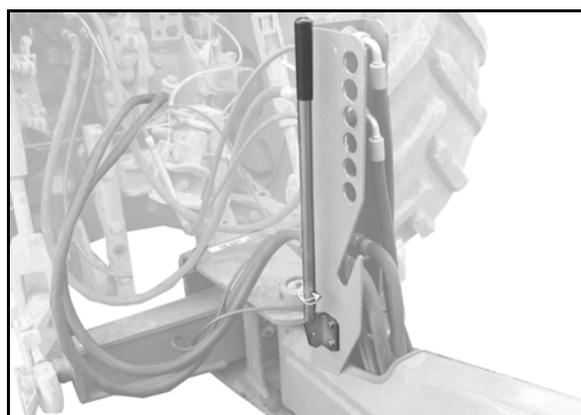

Рис. 47
1. Переместите ручной рычаг из стояночного положения (Рис. 47).